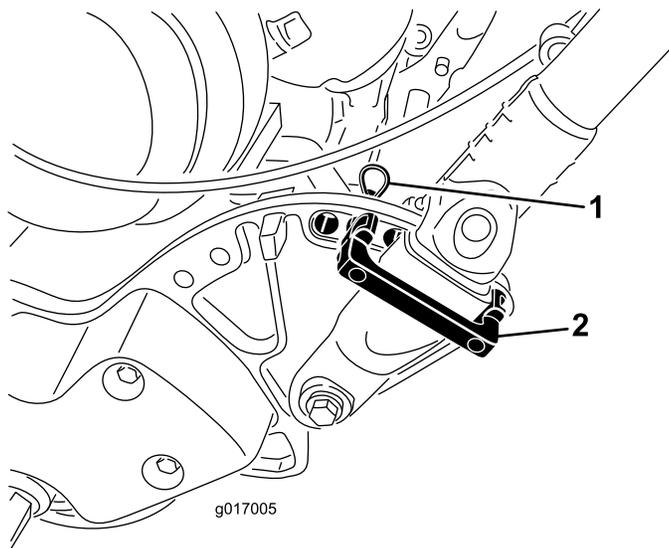

Рисунок 27
1. Извлеките игольчатые шплинты из фиксаторов рукоятки на каждой стороне машины (Рисунок 27).
2. Удерживая рукоятку, извлеките с каждой стороны шплинты и поверните рукоятку в требуемое рабочее положение (Рисунок 27).